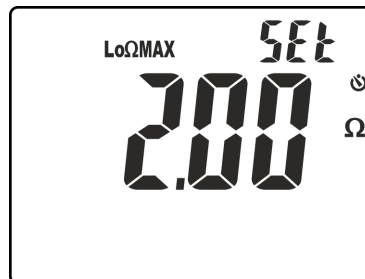

Fig. 26: Configuration du seuil limite de la mesure de continuité
4. Cliquer sur les touches **▼/☉** ou **▲/ZERO** pour sélectionner la valeur comprise dans l'échelle: **0.05 Ω à 9.99 Ω** (voir Fig. 26)
4. Cliquer sur les touches ∇/Set ou $\blacktriangle/ZERO$ pour sélectionner la valeur comprise dans l'échelle: 0.05Ω à 9.99Ω (voir Fig. 26)